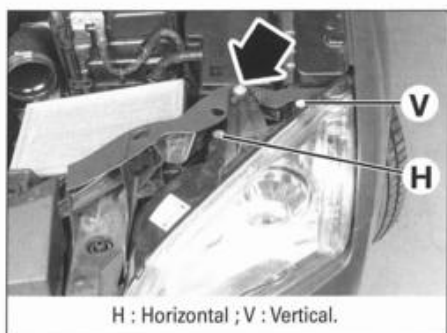

FIG. 15
- Desmontar el tornillo de fijación superior del proyector (fig. 15).
Al montar, proceder en orden inverso al desmontaje y ajustar la altura de los faros (fig. 15).